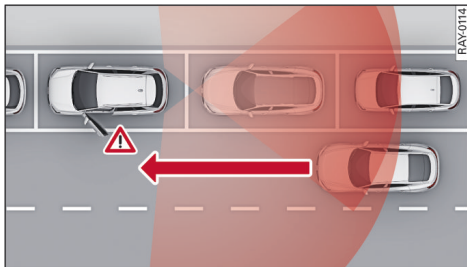

图 78 识别到有车接近
在系统能力范围内，离车警告系统可识别后方有汽车或骑车人或行人接近等交通情况并为您提供离车支持 ⇨ 图 78。系统使用汽车后角感应器数据。
- 感应器探测区域 → 图 78 只是示意显示，展示的不是成比例的感应器作用范围。